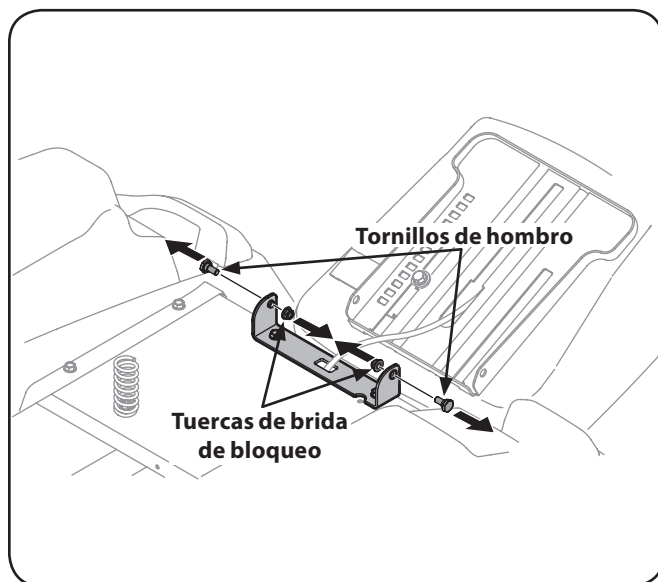

Figura 3-4
- Quite los dos tornillos y las tuercas de los hombros pestaña de bloqueo en la base del asiento como se muestra en la Figura 3-4.